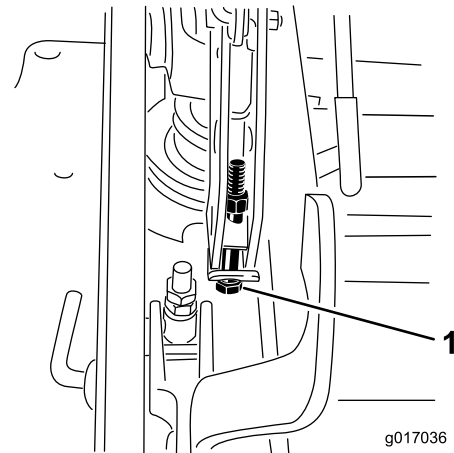

**Figure 88**
12. Pour régler le système monopoint, desserrez les deux boulons au bas de la plaque de hauteur de coupe (voir la Figure 88).
14. Serrez les deux boulons au bas de la plaque de hauteur de coupe (Figure 88). Serrez à un couple de 37 à 45 Nm (27 à 33 pi-lb).